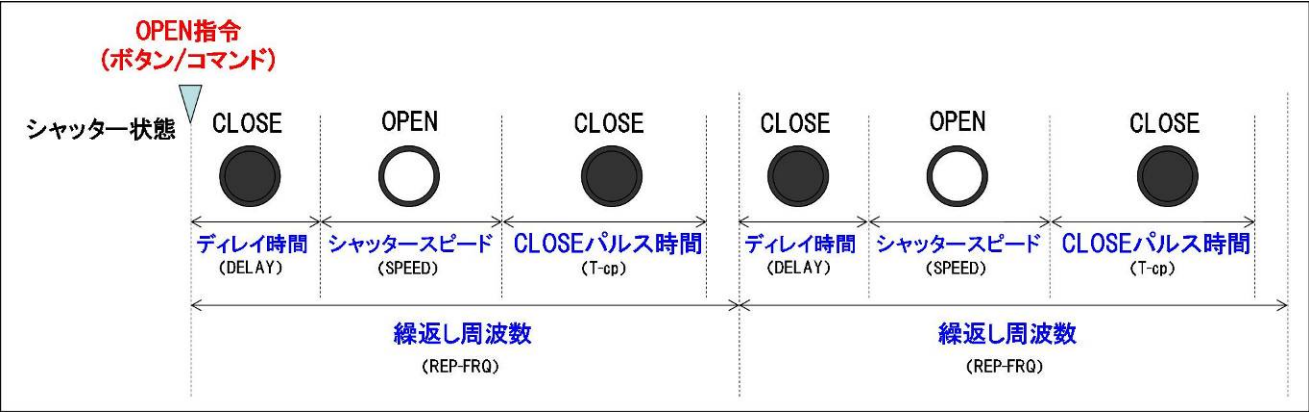

Fig. 3-2 TYPE-B シャッター時のタイマーモード動作
- ① **ディレイ時間**: OPEN 指令を与えてから実際にシャッターを開く信号を出すまでの待ち時間です。外部入力による制御ではディレイ時間は考慮されません。
- ② **シャッタースピード**: シャッターが開かれている時間です。正確にはシャッターOPEN パルス信号を開始した時間から、CLOSE 指令までの時間をシャッタースピードと定義します。シャッタースピードが 10sec 以上の場合にはリピートは設定できません。
- ③ **繰返し周波数(REP-FRQ)**: 一度の開閉に要する時間です。繰返し回数を設定することでシャッターを繰返し開閉することが出来ます。シャッタースピードと繰返し周波数の関係が開閉の割合を決めます。なお、TYPE-B シャッター使用時はシャッターを閉じる動作が入るため Fig. 3-2 の様な関係となります。
- ④ **繰返し回数(REP-CNT)**: シャッターを繰返し開閉する回数です。一度 OPEN 指令を与えると CLOSE 指令を与えない限り自動で開閉を繰返します。指定回数後、動作を停止シャッターは閉じられます。